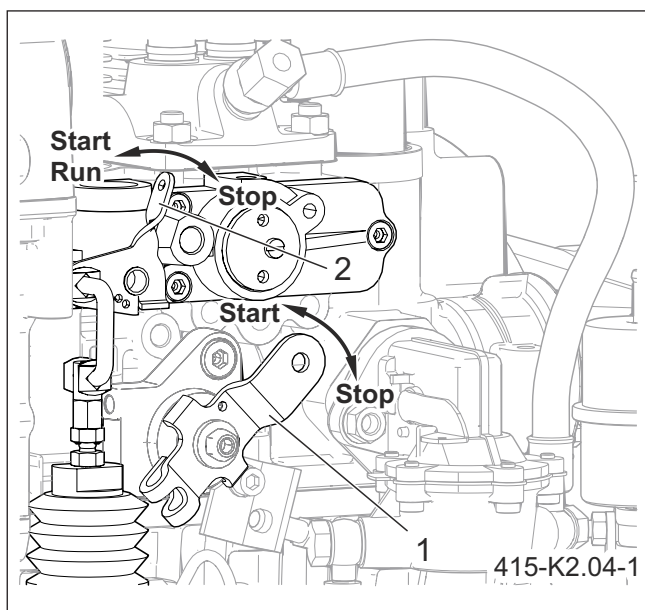
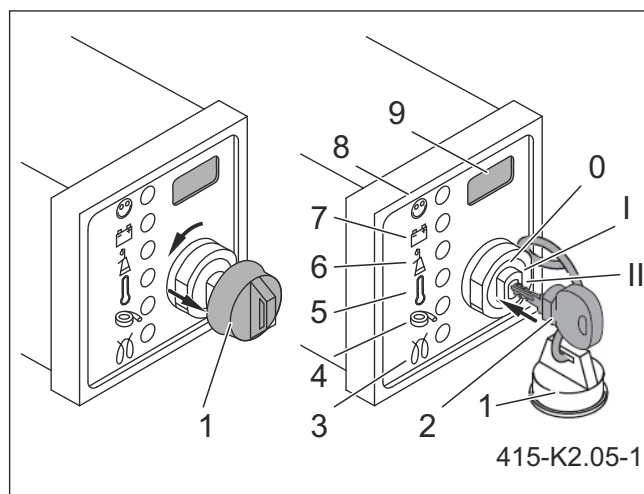

Рисунок 7.4 Рычаг контроля скорости
Рисунок 7.5 Стартер
- Рычаг контроля скорости (1) установить в зависимости от потребностей в положение 1/2 СТАРТ или СТАРТ (РИСУНОК 7.4).
- Проследить, чтобы рычаг останова (2) оказался в положении покоя СТАРТ.
- Снять защитный колпачок (1) с замка зажигания (РИСУНОК 7.5).
- Вставить ключ зажигания (2) в замок и повернуть до положения „I”.
- Когда начнет светиться индикатор предварительного прогрева двигателя (3), подождите пока он погаснет и поверните ключ до положения „II”.